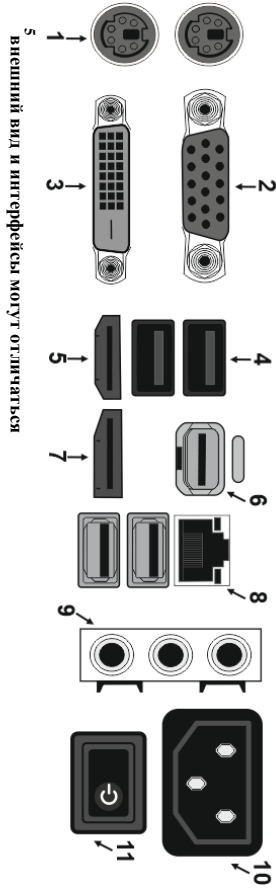

Рисунок 3. Назначение элементов системного блока.
- 2.6 Назначение элементов системного блока представлено на рис. 3 :